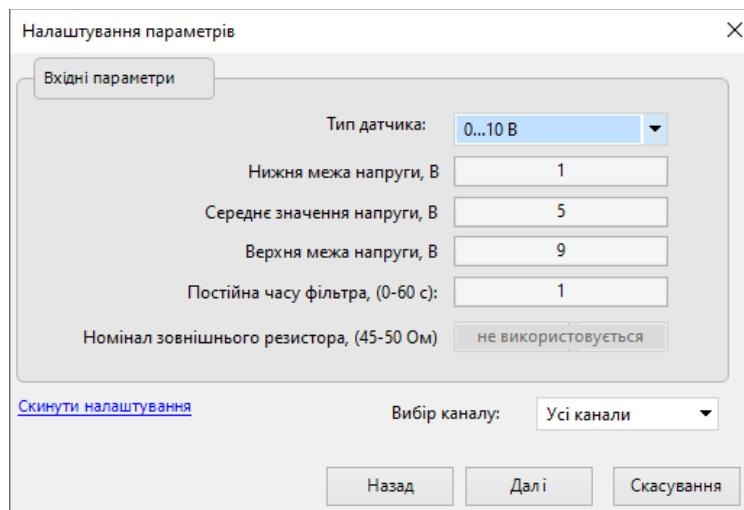

Рисунок 8.7 – Меню налаштування параметрів
3. Далі у вікні «Настройка параметров» вибрати значення параметра «Тип датчика» рівним «0...10 В» (див. рисунок 8.7).